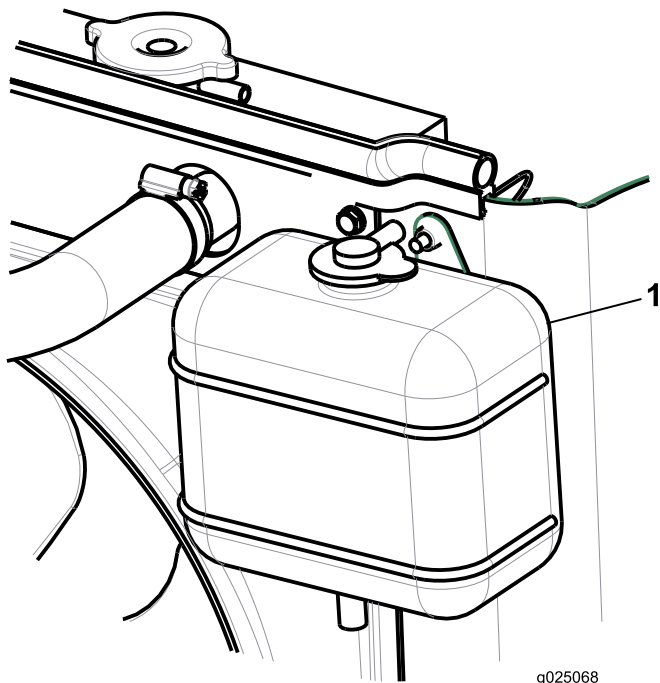

Figura 23
2. Compruebe el nivel de refrigerante en el depósito de expansión (Figura 23).